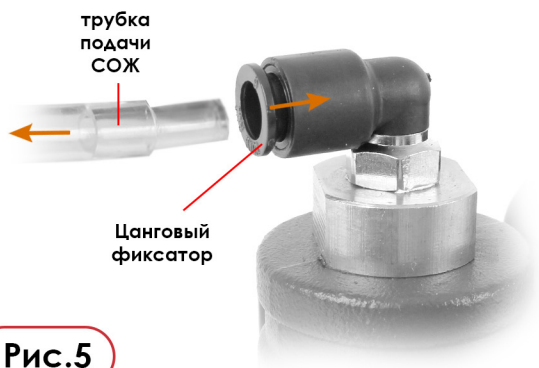

Рис.5
5. Для отсоединения бачка с СОЖ достаточно нажать на цанговый фиксатор муфты и просто вынуть из него трубку подачи СОЖ, предварительно «скинув» в бачке давление (Рис. 5).